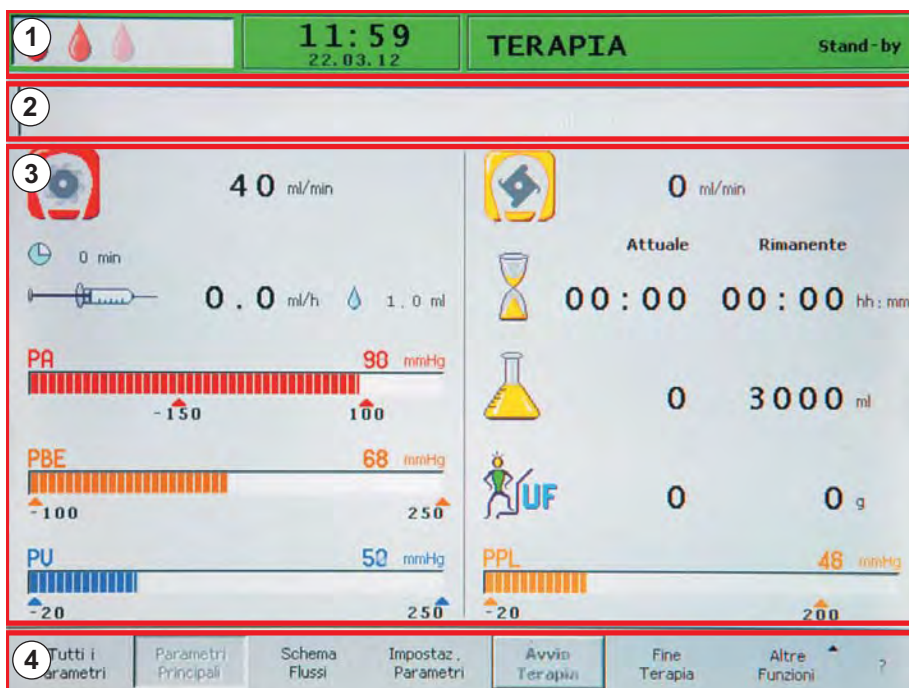

Fig. 3-10 Layout del monitor
La **barra di stato** (Fig. 3-10, ①) indica:
In caso di allarme, il display visualizza automaticamente lo *Schema Flussi* e il relativo messaggio compare simultaneamente nel campo *Allarmi/Messaggi* (Fig. 3-10, ②).